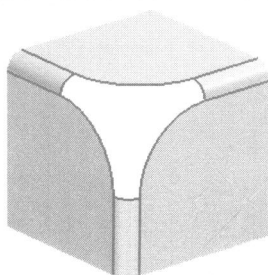

图1-22
17. 以相同的方法修剪其他片体，结果如图 1-22 所示。